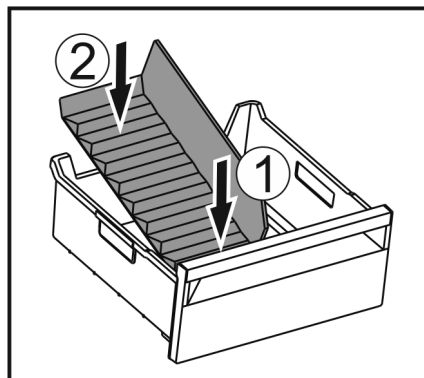

Fig. 171
- Vstavite sprednji del pregrade predala za led. Fig. 171 (1)
- Zadnji del pregrade predala za led spustite do dna predala. Fig. 171 (2)